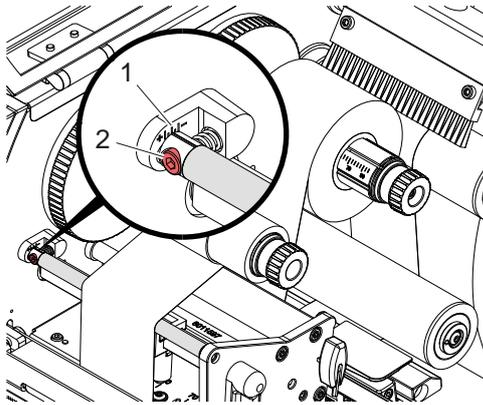

Bild 19 Transferfolienlauf oben einstellen
6. Geeigneten Kern (4) auf den Transferfolienaufwickler (5) schieben und in analoger Weise wie die Folienrolle positionieren und fixieren.
7. Transferfolie wie in Bild 19 durch die Druckmechanik führen. Die durchgehende Linie gilt für Folien mit innen-gewickelter, die gestrichelte Linie für Folien mit außen-gewickelter Beschichtungsseite.
8. Transferfolienanfang mit einem Klebestreifen mittig am Transferfolienkern (4) fixieren. Rotationsrichtung des Transferfolienaufwicklers entgegen dem Uhrzeigersinn beachten.
9. Transferfolienaufwickler (5) entgegen dem Uhrzeigersinn drehen, um den Transferfolienlauf zu glätten.
10. Hebel (6) in Uhrzeigerrichtung drehen, um den Druckkopf zu verriegeln.
11. Klappe (8) öffnen und Transferfolie in analoger Weise in untere Druckeinheit (7) einlegen. Die Richtungsangaben gelten hier mit Ausnahme der Drehrichtung der Drehknöpfe entgegengesetzt zur oberen Druckeinheit.